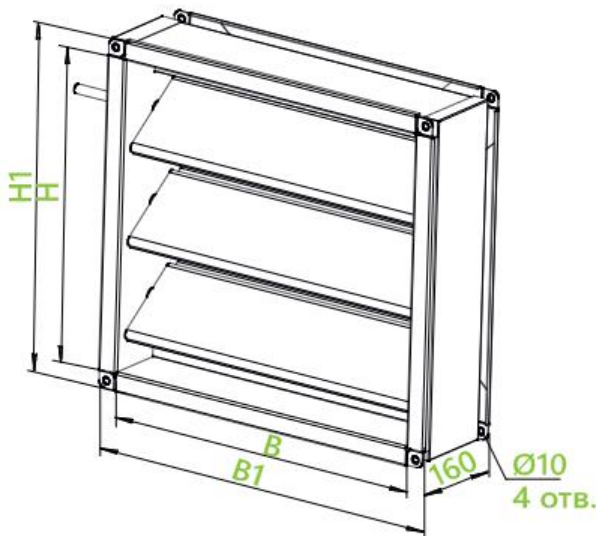

Рисунок 1.
2.1 Клапан состоит из корпуса (см. рис. 1), в котором установлены лопатка(и), и исполнительного механизма, осуществляющего поворот лопаток. Установленный в системе вентиляции, клапан осуществляет регулирование количества подаваемого воздуха путем поворота лопаток с помощью привода. Клапаны С-GМК имеют периметральный обогрев и защиту от обледенения лопаток.
3.1 Габаритные, присоединительные, установочные размеры даны в табл. 1 и на рис. 1.